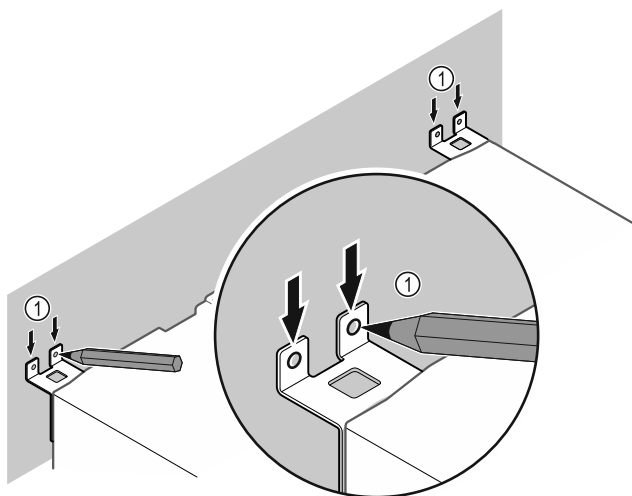

Fig. 13
- Apporre i contrassegni alla parete Fig. 13 (1).